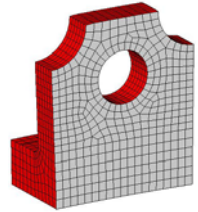

图 11-8 接触单元
- (2) 单击 bracked 背面的一个单元。
- (3) 单击 elems。
- (4) HyperMesh 将展现一个扩展菜单，选择其中的 By face 方法，选中的接触面单元如图 11-8 所示。
- (5) 单击 proceed 按钮。
- (6) 单击 Selecting Contact Elements 对话框中的 Next 按钮，弹出 Defining Contact Element Component 对话框。